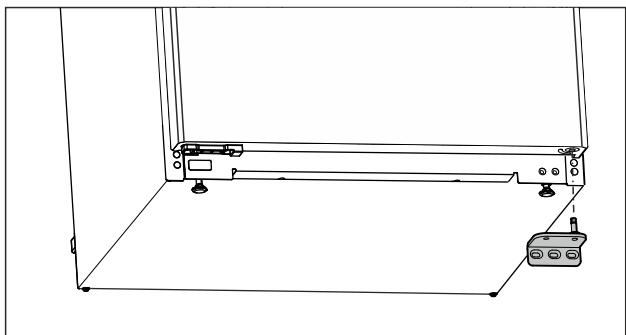

Fig. 8
- Зніміть опорний кронштейн у напрямку вниз. (див. Fig. 8)